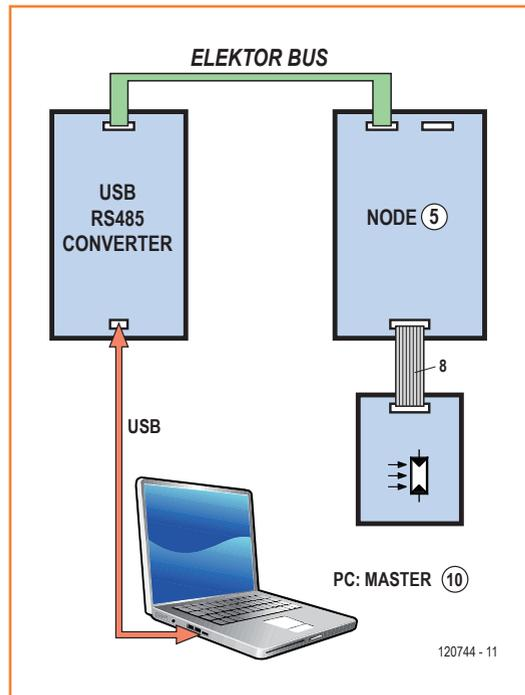

Figure 1. Le PC reçoit via l'ElektorBus les données d'une petite carte à laquelle est reliée une photorésistance.
Le trio électronique-Python-PC se complète bien lorsqu'il s'agit de commander un circuit à l'aide des données envoyées depuis un PC. Il se montre toutefois encore plus efficace lorsqu'il s'agit de transférer et visualiser sur PC des données en provenance de l'extérieur. Pour communiquer avec un matériel externe, nous pouvons utiliser une des interfaces série habituelles ou, lorsque les opérations en jeu sont plus complexes, un bus. C'est ce que nous ferons ici pour récupérer les données d'une carte, que nous représenterons ensuite sur une interface graphique. Comme bus, nous avons choisi l'ElektorBus, passé onze fois sous vos yeux entre janvier 2011 et janvier 2012 [1]. Le matériel utilisé sera celui de l'article *Le bus arrive ! (6)* [2], c'est-à-dire un nœud expérimental sous forme de carte avec microcontrôleur, touches et LED. Le nœud se relie au PC à l'aide du convertisseur USB/RS-485 (**fig. 1**).